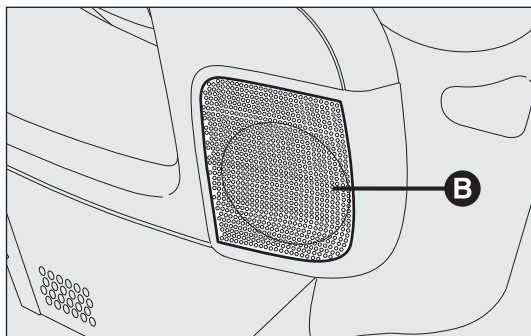

fig. 129
- ☐ 2 mid-woofers B situados en las puertas delanteras (diámetro 165 mm, potencia 40W max cada uno) fig. 129;